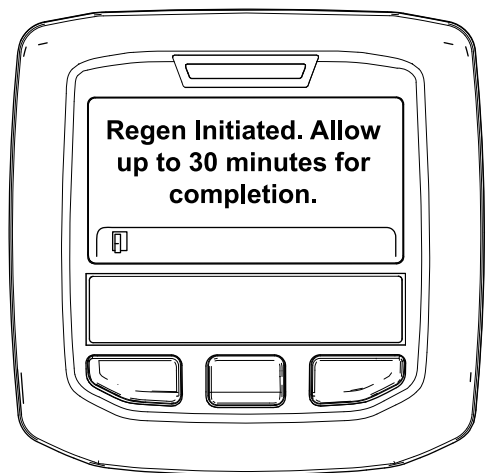

Figura 50
- Si la regeneración se permite, aparece el mensaje “Regen Initiated. Allow up to 30 minutes for completion” (Regeneración iniciada, espere 30 minutos hasta que finalice) en el InfoCenter y debe esperar a que la máquina finalice el proceso de regeneración con la máquina aparcada (Figura 50).